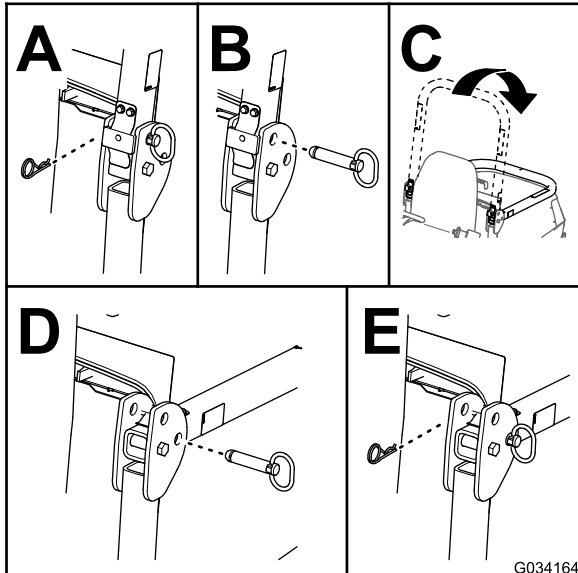

Figura 27
2. Retire las chavetas y los pasadores de la barra antivuelco (Figura 27).
3. Baje la barra antivuelco y sujétela con los pasadores y las chavetas (Figura 27).